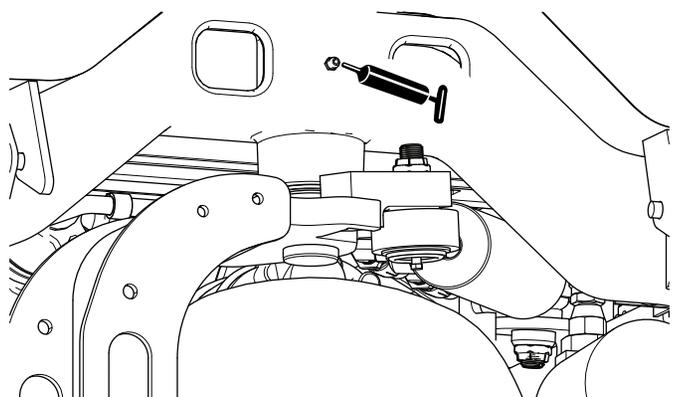

Рисунок 52
- Шарнир поворотного кулака (Рисунок 52).